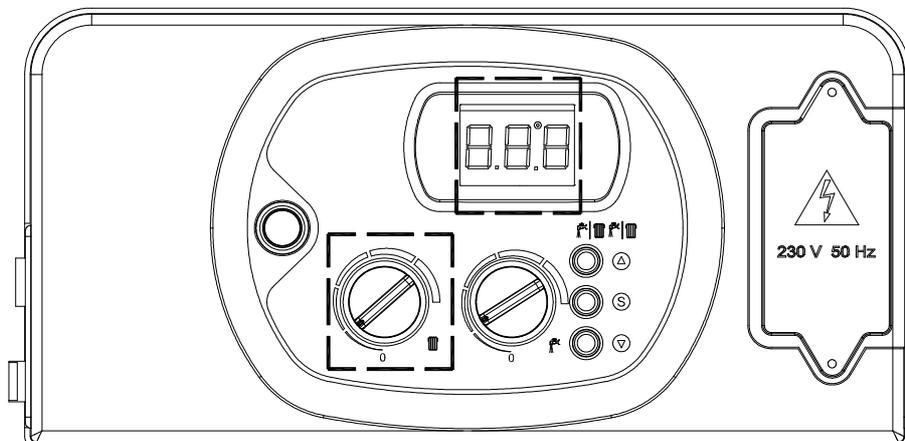

**Fig. 21**
- en cas de branchement direct de la sonde extérieure sur la carte, le réglage de la courbe de chauffe (pente) se fait en agissant sur le bouton de réglage du chauffage. Tourner le bouton encadré (fig.22) pour visualiser la numération correspondant à la courbe du diagramme de la figure 21.
La loi de correction est reportée dans le diagramme de la figure 21.